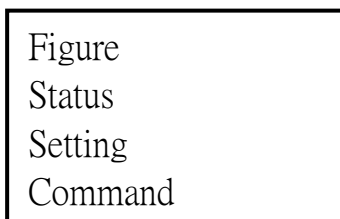

Рис. 3 Основное меню
- 3) Переход в основное меню выполняется с помощью кнопки ◀ или ▶ (см. Рис. 3)